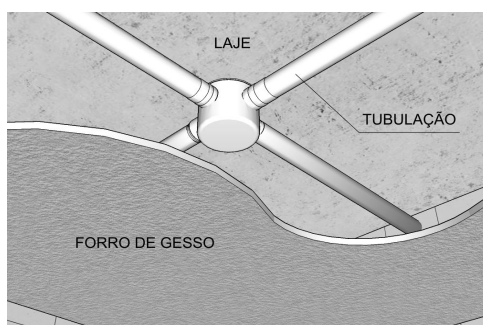

Figura 6
- Cabe salientar que estes forros são chamados de “falsos”, ou seja, rebaixados, para a passagem de tubulações entre o forro e a estrutura de concreto conforme figura 6;